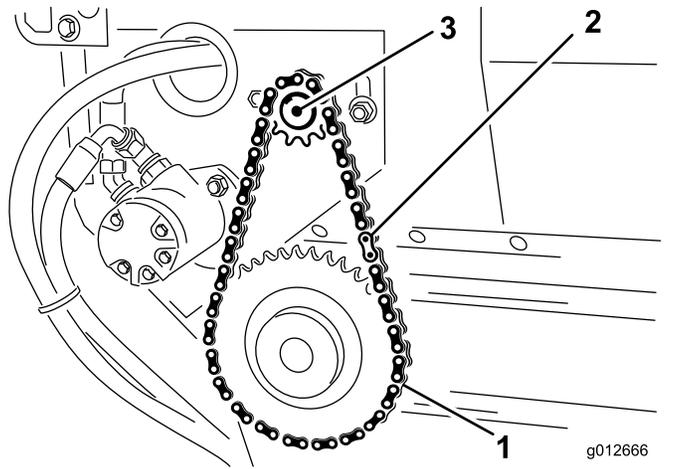

图33
1. 将输送带链安装到小链轮上并用主链环固定输送带链图33。